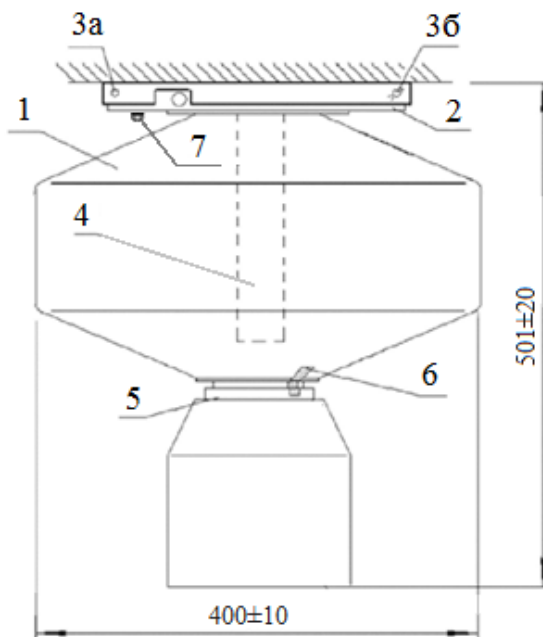

Рис.2. Конструкция МПП «Гарант-D».
4.1. Конструкция МПП «Гарант-D» представлена на рис. 2.